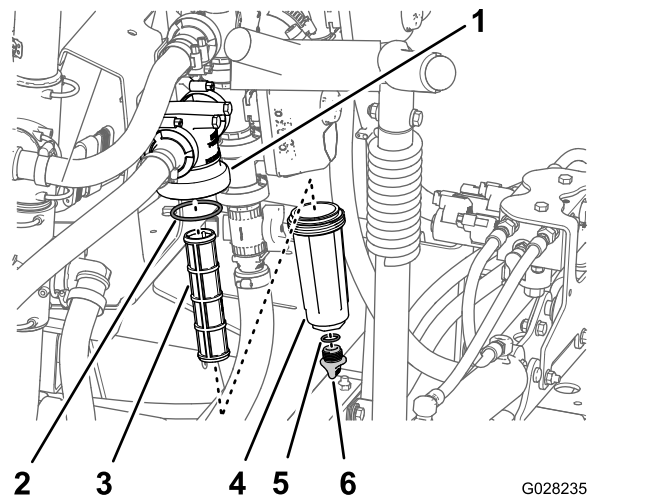

Figure 56
2. Placez un bac de vidange sous le filtre de pression (Figure 56).
3. Tournez le bouchon de vidange dans le sens antihoraire et retirez-le de la cuvette du filtre de pression (Figure 56).
4. Tournez la cuvette dans le sens antihoraire et déposez la tête du filtre (Figure 56).
5. Retirez l'élément du filtre de pression (Figure 56).
7. Contrôlez l'état et l'usure du joint du bouchon de vidange (à l'intérieur de la cuvette) et du joint de la cuvette (à l'intérieur de la tête du filtre) (Figure 56).
8. Placez l'élément dans la tête du filtre de pression (Figure 56).
9. Vissez la cuvette sur la tête du filtre et serrez-la à la main (Figure 56).
10. Vissez le bouchon de vidange sur le raccord au fond de la cuvette et serrez-le à la main (Figure 56).